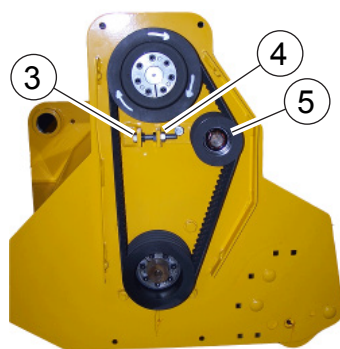
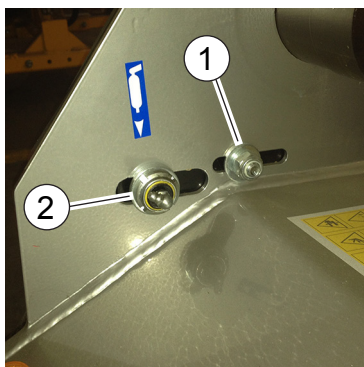

Fig.86
Fig.87
- **OPT** Per regolare la tensione delle cinghie in presenza della puleggia di rinvio ("Fig.86"):
- Allentare il dado (1, "Fig.87") di bloccaggio della piastra di supporto della puleggia (5, "Fig.86").
- Allentare la ghiera di bloccaggio (2, "Fig.87") della puleggia.
- Allentare il dado (4, "Fig.86").
- Agire sulla vite (3, "Fig.86") per spostare la piastra di supporto della puleggia e tendere le cinghie.
- Avvitare il dado (4, "Fig.86").
- Avvitare la ghiera (2, "Fig.87").
- Avvitare il dado (1, "Fig.87").
- **OPT** To adjust the belt tension in presence of the return pulley ("Fig.86"):
- Loosen the locking nut (1, "Fig.87") of the pulley support plate (5, "Fig.86").
- Loosen the lock nut (2, "Fig.87") of the pulley.
- Loosen the nut (4, "Fig.86").
- To act on the grapevine (3, "Fig.86") to move the plate of support of the pulley and to extend the straps.
- To screw the die (4, "Fig.86").
- To screw the ferrule (2, "Fig.87").
- To screw the die (1, "Fig.87").
- **OPT** Pour régler la tension des courroies en présence de poulie de renvoi ("Fig.86"):
- Desserrer le dé (1, "Fig.87") de bloqaage de la plaque de support de la poulie (5, "Fig.86").
- Desserrer l'anneau de verrouillage (2, "Fig.87") de la poulie.
- Desserrer le dé (4, "Fig.86").
- Agir sur la vis (3, "Fig.86") pour déplacer la plaque de support de la pulie et tendre la courroie.
- Visser le dé (4, "Fig.86").
- Visser la bague (2, "Fig.87").
- Visser le dé (1, "Fig.87").
- **OPT** Für Spannung der Riemen in gegenwart von Riemenscheibe ("Fig.86"):
- Die Mutter (1, "Fig.87") lockern, die der Tragplatte der Riemenscheibe (5, "Fig.86") befestigt.
- Lockern der Zwingen, die der Riemenscheibe (2, "Fig.87") befestigt.
- Lockern die Mutter (4, "Fig.86").
- Drehen Sie die Schraube (3, "Fig.86"), um die Trägerplatte der Riemenscheibe und Spannung die Riemen zu bewegen.
- Ziehen Sie die Mutter (4, "Fig.86").